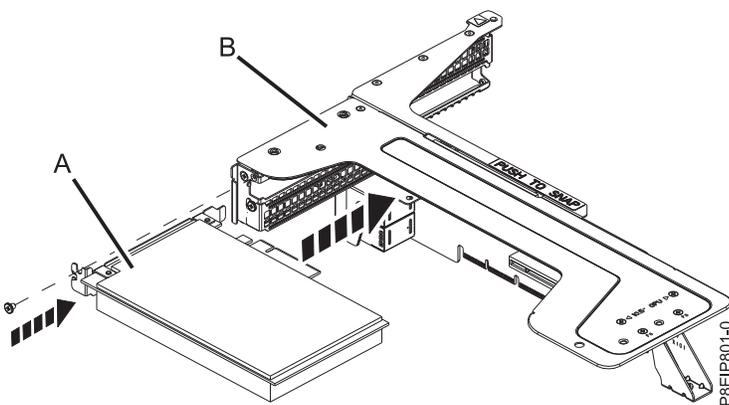

Abbildung 50. Adapter in Position 3 der PCIe-Riserkarte einsetzen
- b. Setzen Sie den PCIe-Adapter (A), der sich in Position 3 befindet, in die Riserkarte für PCIe-Adapter (B) ein (siehe Abb. 50).